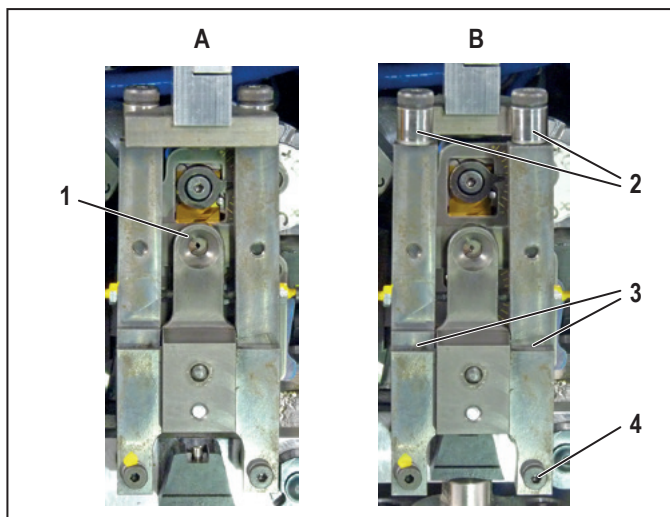

Figura 7.3 Unità di fissaggio trefoli in posizione di funzionamento (A) e tirata in avanti (B)
- Tirare l'unità di fissaggio trefoli in avanti (Figura 7.3 , B).
- Accertarsi che i rulli (2) riescano a muoversi liberamente.
- Oliare i punti di rotazione (3) dell'unità di fissaggio trefoli.
- Assicurarsi che l'unità di fissaggio trefoli si trovi in posizione frontale (Figura 7.3, B).
- Estrarre la vite destra inferiore dell'unità di fissaggio trefoli (Figura 7.3, 4).